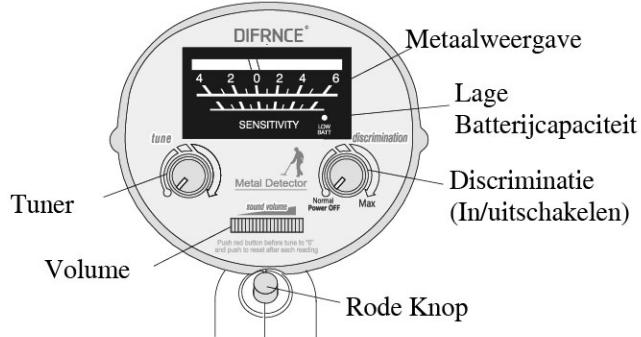

Figuur.6
- Plaats zes stuks AA batterijen in de batterijhouder volgens de polariteitsymbooltjes gemarkerd binnin de houder (Figuur.6).